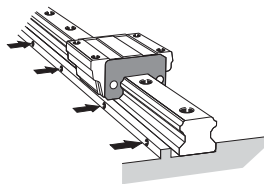

Рис.9 Затяните крепежные винты
(3) Затяните фиксирующие винты крепления рельса LM по порядку с моментом, достаточным, чтобы рельс плотно прижался к боковой опорной поверхности. (Рис.9)